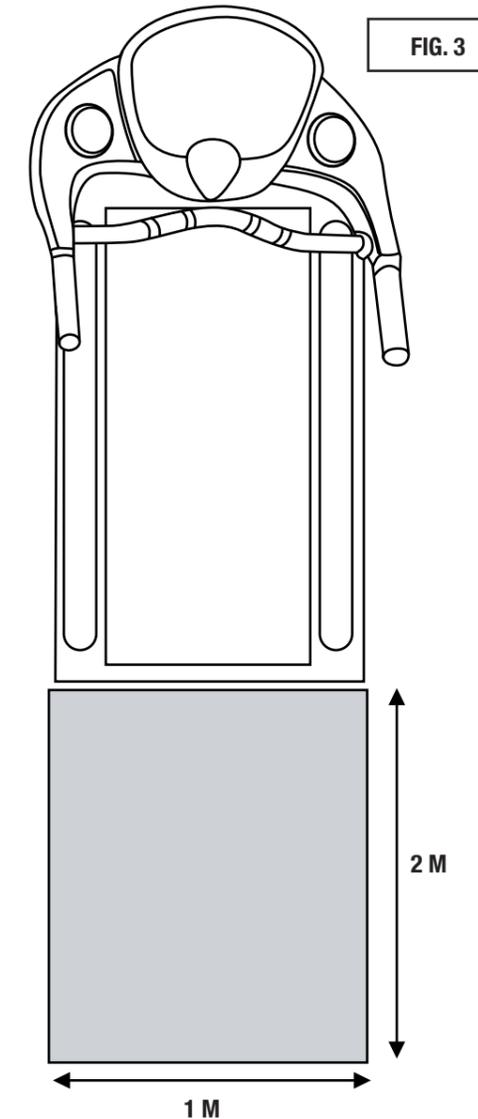

FIG. 3
- ▶ Nella parte posteriore del tappeto, si deve mantenere una distanza dalla parete di almeno 2 m. Per ragioni di sicurezza, l'area compresa tra il tappeto e la parete (vedi Fig. 3) deve rimanere completamente libera dal deposito di qualunque oggetto o altri attrezzi.
Dopo che avete assemblato l'attrezzo, fate attenzione a lasciare dello spazio libero attorno, affinché gli esercizi siano fatti in totale libertà. FIG. 3.